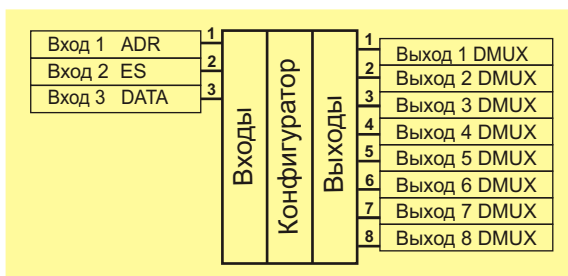

Рис. 90. Блок “Коммутатор”, тип “DMUX1-8 ”
Блок **Коммутатор**, тип “DMUX1-8 ”, является одноэлементным. Блок состоит из 3-х входов и 8-ми выходов (Рис. 90). Первый вход (ADR) указывает адрес коммутируемого выхода. Второй вход (ES) - выбор “элемента”. Когда на нем присутствует логический 0, то дается разрешение на коммутацию. Если вход ES = 1, то все выхода DMUX = 0. Работа блока в случае, когда ES = 0, описывается так: